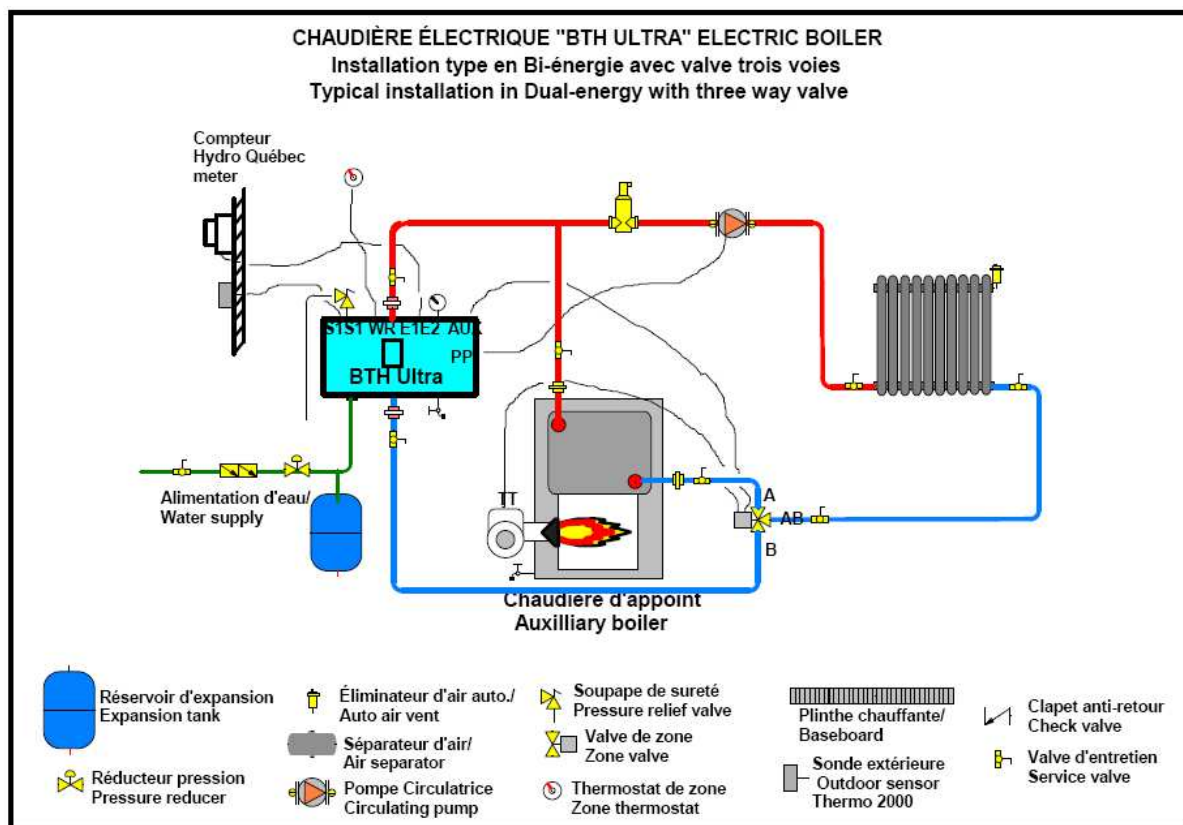

Figure 6
N.B : Assurez-vous de bien positionner les ports A-B et AB de la valve trois voies (Voir fig. 6).
- o Si l'installation est tel qu'illustré à la figure 6 donc avec une valve trois voies (en option) dirigeant le débit seulement dans la chaudière en opération; installer un câble 18 ga. trois conducteurs entre la valve et le bornier de la chaudière électrique. Raccorder par la suite l'interrupteur de fin de course (fil gris et orange) de la valve au **T T** de la chaudière auxiliaire. La température d'opération de la chaudière auxiliaire n'est pas contrôlée par le contrôleur de la chaudière électrique, elle doit être contrôlée par ses propres contrôles d'opération et de limite.